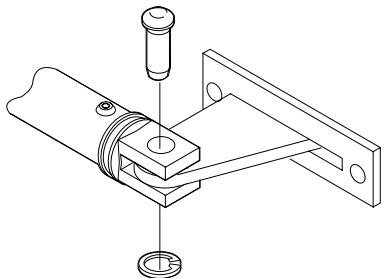

Fig. 6
- 7) Monter la patte d'attache avant sur la tige comme indiqué fig. 6.